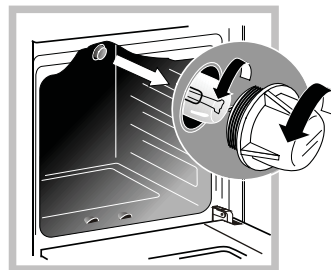

Рис.19
- Откройте стеклянный плафон (рис.19)